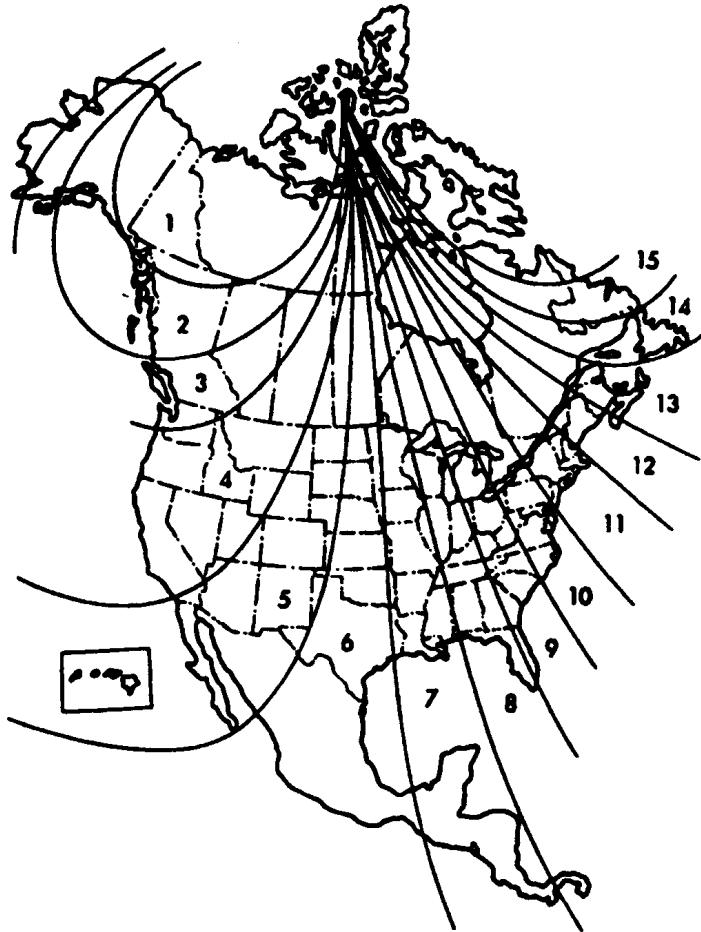

图 1-5 指南针地域偏差地图
- c. 按下 STEP (步进) 按钮，便可以显示地域偏差，见图 1-5；